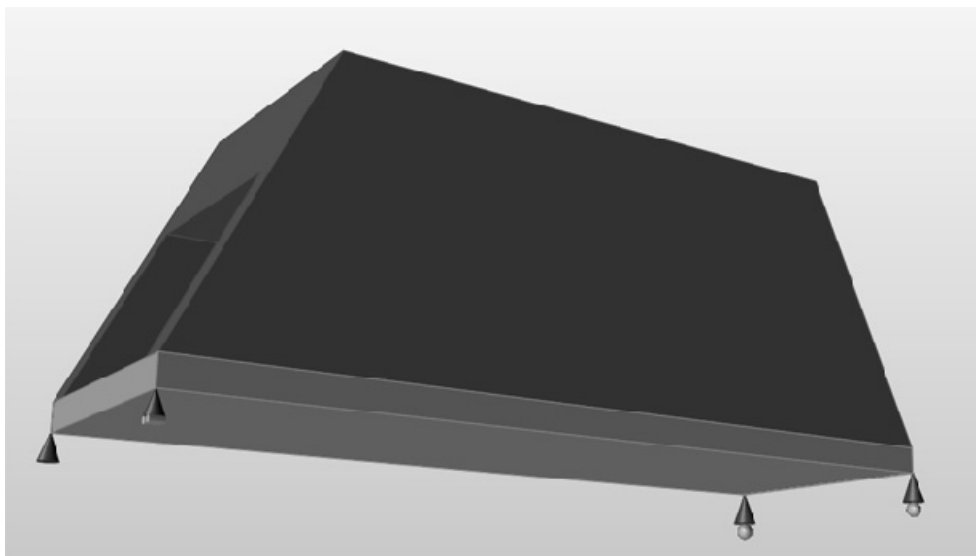

图 4-44
7) 单击模型视窗中的空白处，取消选定零件。此时桥体零件变为设计空间，其在未选中状态下显示为红棕色，如图 4-44 所示。